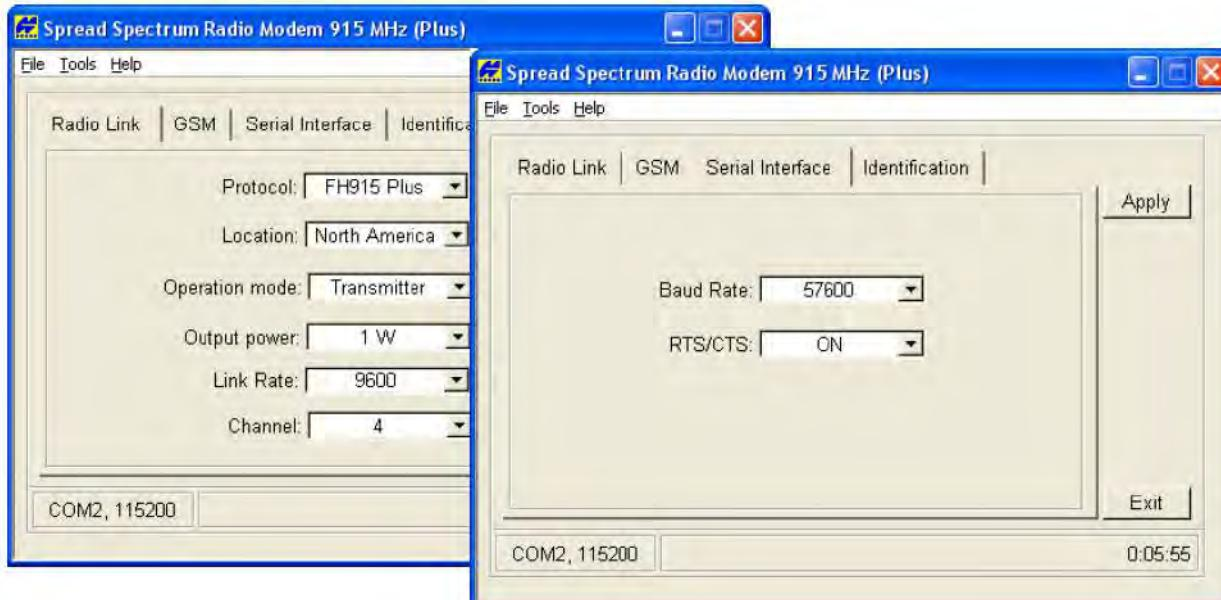

Рисунок 3-2. Подтверждение параметров радиосвязи и скорости передачи
3. Во вкладке *Radio Link* (*Радиоканал*) установите перечисленные ниже параметры (см. таблицу 3-1) и щелкните на кнопке *Apply* (*Применить*) (см. рис. 3-2 на стр. 3-6).
4. Во вкладке *Serial Interface* (*Последовательный интерфейс*) выберите перечисленные ниже параметры скорости передачи и щелкните на кнопке *Apply* (*Применить*) (см. рис. 3-2).